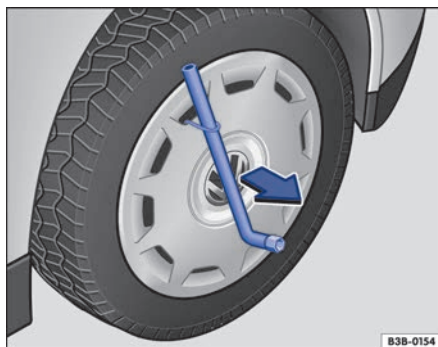

Fig. 258 Desmontar el tapacubos integral.
- Introduzca la llave de rueda por el gancho de alambre → fig. 258 y tire del tapacubos en el sentido de la flecha.